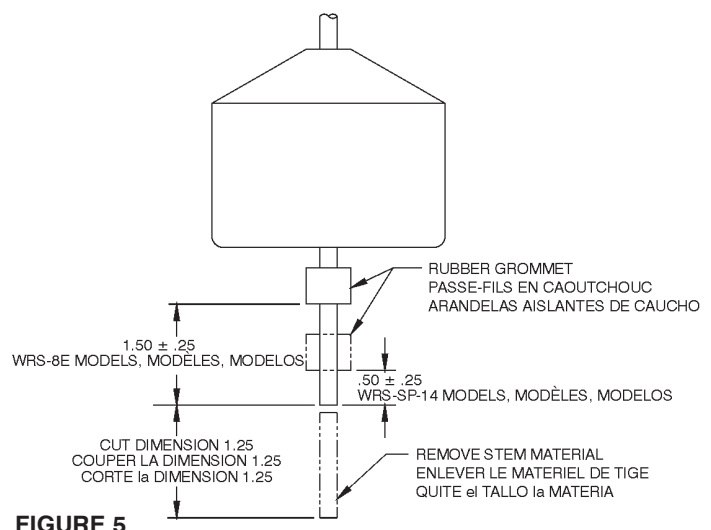

FIGURE 5
- Trim 1.25" from the replacement RVMS pump switch stem. Orient the rubber grommet to the location shown in Figure 5.
- Couper 32 mm (1,25 po) de la tige de l'interrupteur à flotteur mécanique vertical de la pompe. Orienter l'œillet en caoutchouc, tel qu'illustré à la figure 5.